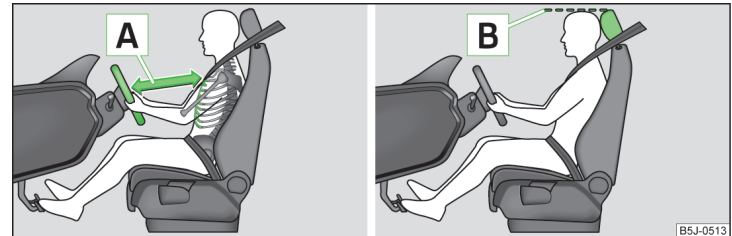

Abb. 1 Der richtige Abstand des Fahrers zum Lenkrad / Richtig eingestellte Kopfstütze
- ✓ Das Lenkrad so einstellen, dass der Abstand [A] zwischen Lenkrad und Brustbein mindestens 25 cm beträgt » Abb. 1. Lenkrad einstellen » Seite 8, *Lenkradposition einstellen*.
- ✓ Die Kopfstütze so einstellen, dass die Oberkante der Kopfstütze sich möglichst auf einer Höhe mit dem oberen Teil Ihres Kopfes befindet [\[B\]](#) » Abb. 1 auf Seite 7 » Seite 7.
- ✓ Die Kopfstütze so einstellen, dass die Oberkante der Kopfstütze sich möglichst auf einer Höhe mit dem oberen Teil des Kopfes befindet **[B]** » **Abb. 1 auf Seite 7** » **Seite 7.**